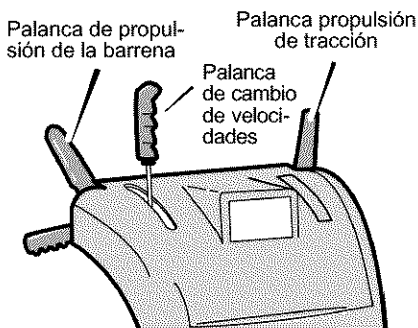

Figura 70
1. Para detener el lanzamiento de nieve, suelte la **palanca de propulsión de la barrena** (vea la Figura 70).
1. Para cambiar de velocidad, suelte la palanca de propulsión de oruga y mueva la palanca de cambios a la velocidad deseada (Figura 70). La velocidad en el terreno estará determinada por las condiciones de la nieve. Seleccione la velocidad que desea moviendo la palanca de cambio de velocidades a la ranura apropiada de la placa de la palanca de cambios.
1. Empuje la palanca de propulsión de la barrena hacia abajo (lado derecho) (vea la Figura 70).